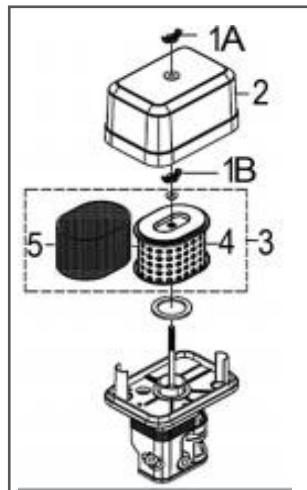

Рис. 21 Обслуживание воздушного фильтра Т-60, Т-80, Т-90, Т-100
1. Открутите барашковую гайку 1A и снимите крышку 2 воздушного фильтра (Рис. 21).
2. Открутите барашковую гайку 1B и извлеките из корпуса воздушный фильтр 3 в сборе (Рис. 21).
3. Проверьте целостность и чистоту фильтрующих элементов. Поролоновый (предварительный) фильтрующий элемент 5 установлен на корпусе бумажного фильтрующего элемента 4 (Рис. 21).
4. При незначительном загрязнении промойте поролоновый фильтрующий элемент 5 (Рис. 21) теплым мыльным раствором и просушите. Поврежденный или сильно загрязненный поролоновый фильтрующий элемент замените.